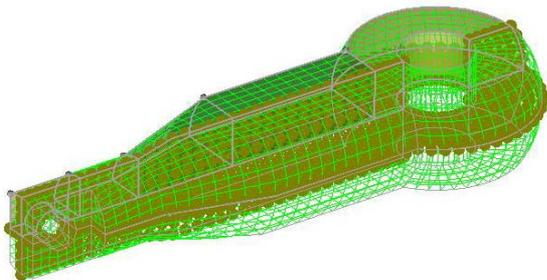

图 5-73 单元节点不连续的地方
- (2) 将黄色的按钮切换为 **comps**，并框选图形区中所有的组件。
- (3) 单击 **preview equiv** 按钮，图形区中便显示出所有单元节点不连续的地方，如图 5-73 所示。